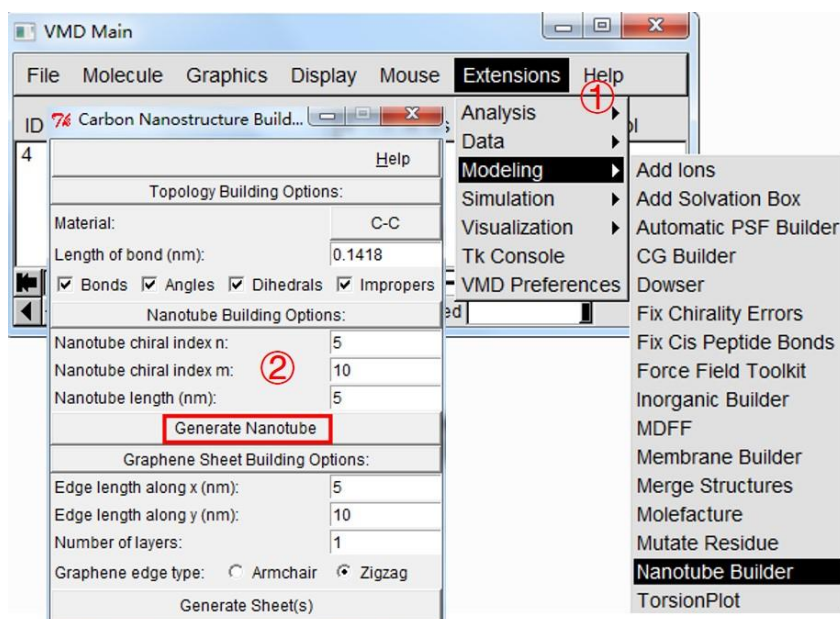

图 1. 构建纳米管
1) 在 VMD 软件中构建纳米管：Extensions→Modeling→Nanotube Builder (如图 1)。
2) 使用类似图 1 的方法打开 VMD Tk Console: Extensions→Tk Console。在 Tk Console 中使用 cd 命令切换到含有文件“nanotube.pdb”和“parameter.dat”的目录，例如：
命令运行会生成“channel_radii.dat”，“dot.vmd_plot”和“surf.vmd_plot”文件。“dot.vmd_plot”和“surf.vmd_plot”可通过 VMD 软件展示通道表层。类似图 1 的方式打开 VMD Tk Console：Extensions→Tk Console。然后运行以下命令：
2) 本运算也会生成“channel_radii.dat”，“dot.vmd_plot”和 “surf.vmd_plot”文件。类似图 1 的方式打开 VMD Tk Console：Extensions→Tk Console。然后运行以下命令：
2) 本次运算也会生成 “channel_radii.dat”, “dot.vmd_plot” 和 “surf.vmd_plot” 文件。类似图 1 的方式打开 VMD Tk Console : Extensions→Tk Console。运行以下命令: